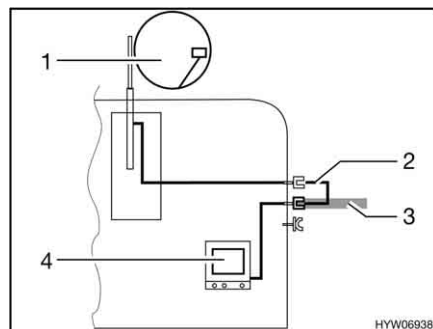

Bild 183 TV i fordonet
- TV i fordonet (Bild 183,4): Anslutning till takantenn (Bild 183,1) med anslutningskabel (Bild 183,2)
- TV i fordonet (Bild 183,4): Anslutning till extern antenn (Bild 183,3)